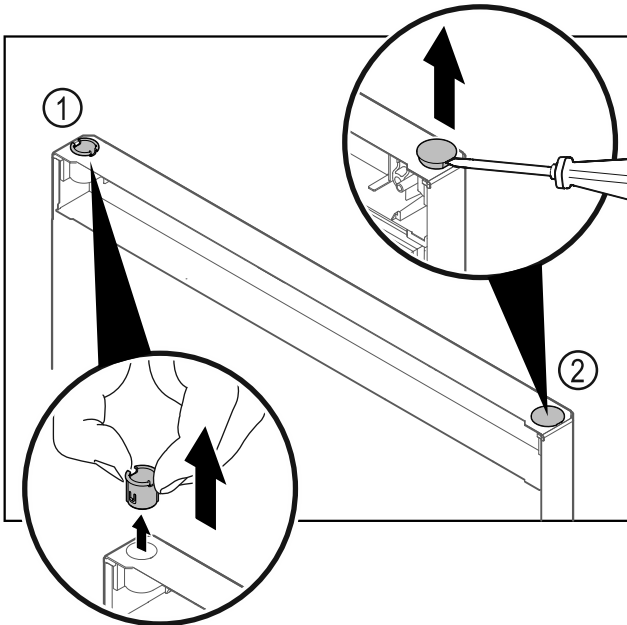

Fig. 31
- ▶ Τραβήξτε έξω την υποδοχή μεντεσέ Fig. 31 (1) με τα δάχτυλα.
- ▶ Ανασηκώστε προσεκτικά την τάπα Fig. 31 (2) με ένα ίσιο κατσαβίδι και τραβήξτε την έξω.